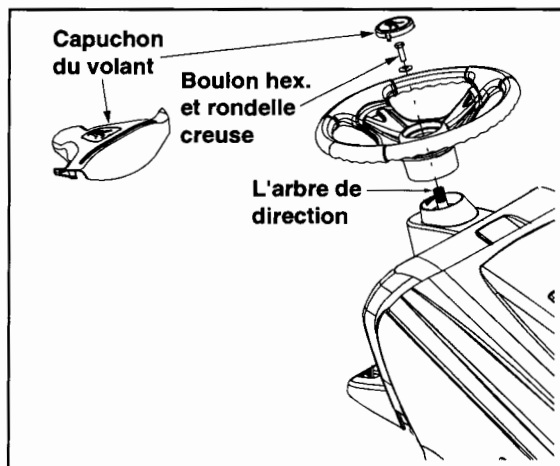

Figure 3
REMARQUE: Il y a deux styles de capuchon de volant. Voir la Figure 3. **Les styles varient par le modèle.**
- Positionnez le capuchon du volant au milieu du volant et appuyez à la main. Voir la Figure 3.